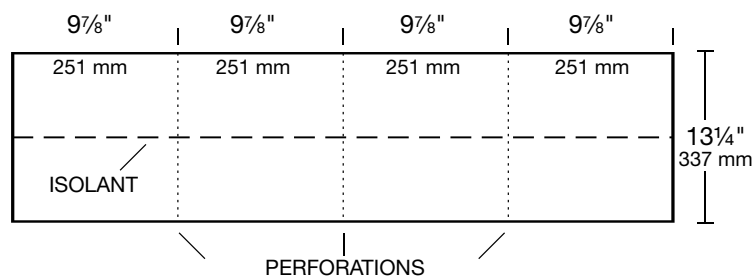
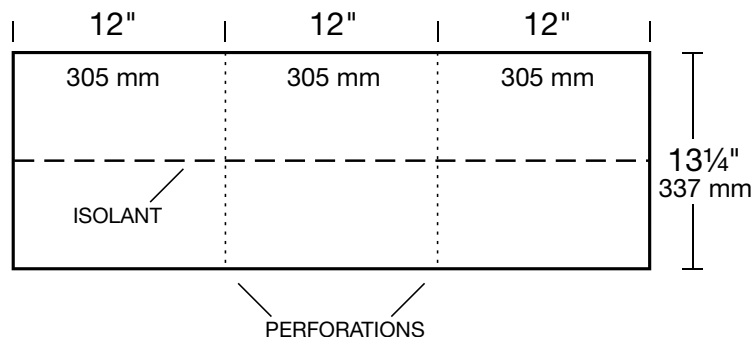

Figure 16 – Bardeau d'arête et de faitage 10 po RidgeFlex™
Figure 17 – Bardeau d'arête et de faitage 12 po RidgeFlex™
Préparer la pose en séparant chaque bardeau de faitage et d'arête au niveau des perforations : Les bardeaux RidgeFlex™ 10 po permettent d'obtenir quatre (4) bandes de faitages et d'arêtes **(voir Figure 16)**, et le bardeau RidgeFlex™ 12 po permet d'en obtenir trois (3) **(voir Figure 17)**. Repérer les bandes isolantes.